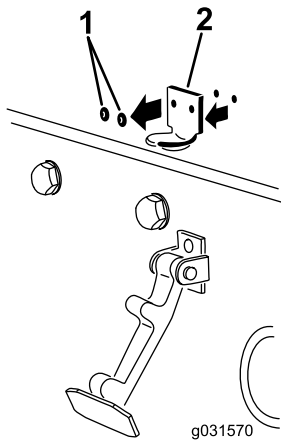

图 5
2. 卸下将机罩门锁支架固定至机罩的 2 个铆钉 (图 5)。